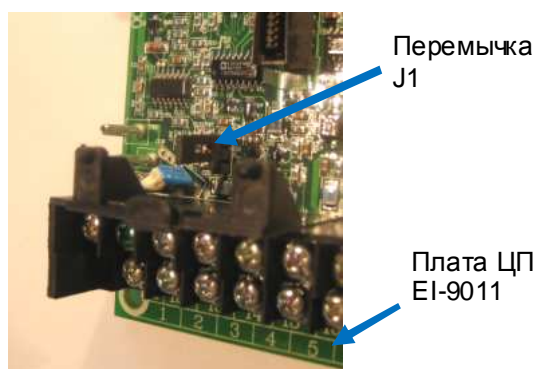

Рис. 4.15. Перемычка J1 на плате ЦП EI-9011.
- При этом удалить перемычку J1 на плате ЦП – см. рис. 4.15 (после завершения диагностики перемычку J1 вернуть на место).